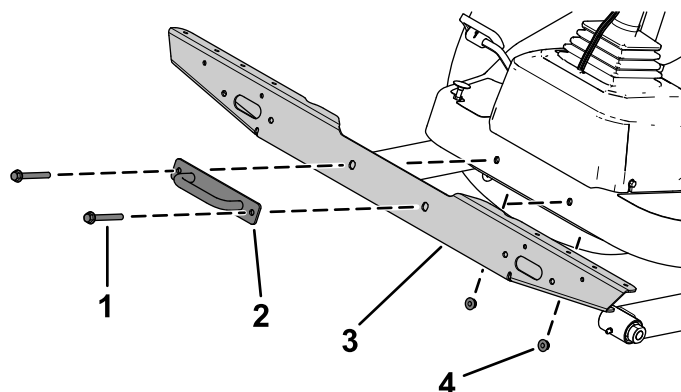

Bild 12
2. Befestigen Sie die Kreuzhalterung der Scheinwerfer mit den zuvor entfernten Schrauben, Muttern und Befestigungshalterung an der Plattform (**Bild 12**).